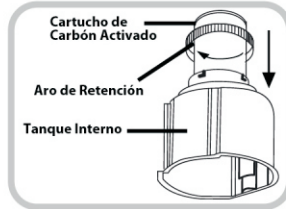

Fig. 8
3. Para instalar el Filtro de Carbón Activado voltee el Tanque Interno hacia abajo. Asegúrese que el Aro O Grande esté colocado en la parte superior del filtro y colóquelo en el Tanque Interno. Deslice hacia abajo el Aro Retenedor y coloque en línea las clavijas con las aberturas de la base del Tanque Interior. Gire en el sentido de las agujas del reloj para asegurar el filtro (Fig. 8).